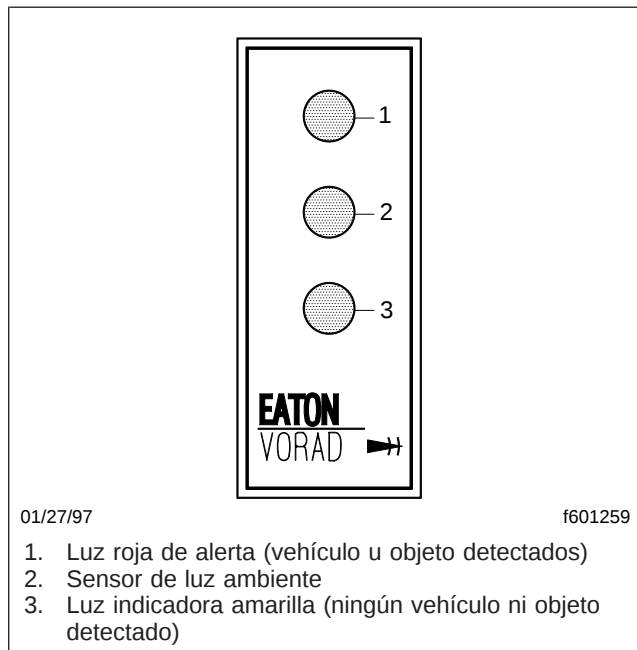

Figura 2.46, Visualización de sensor lateral (EVT-300)
1. La luz indicadora amarilla está continuamente encendida cuando el sensor lateral (o los sensores) no detecta ningún vehículo. Vea la Figura 2.46.